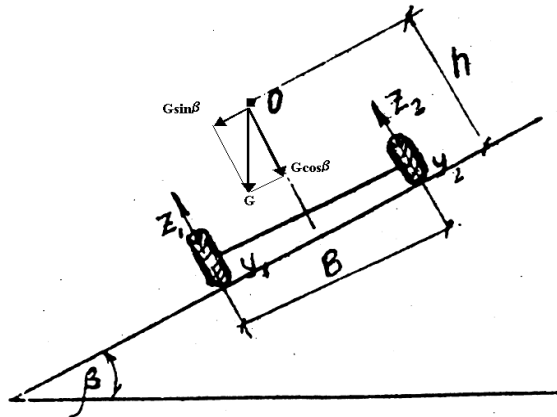

Рисунок 2.2. Расчетная схема
2.3. Автомобиль ГАЗ-66 движется по дороге, имеющей поперечный уклон 35^0 (см. рисунок 2.2.). Масса автомобиля 5770 кг; $B = 1,8$ м; $h = 1,15$. Определить $M_{опр}$, $M_{вос}$, $\alpha_{кр}$ по опрокидыванию.